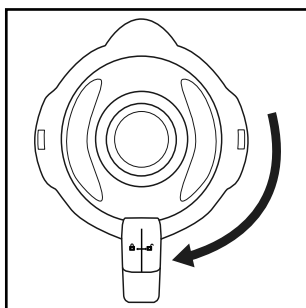

Fig.2
- 4) Volte a colocar a tampa ❷ desalinhada no copo misturador ❸ e pressione-a firmemente. Feche a tampa ❷, rodando-a no sentido dos ponteiros do relógio, para a posição , até ela encaixar de forma audível (ver fig. 2). Verifique se o bico de esvaziamento no copo misturador ❸ está fechado. O motor só pode arrancar quando a tampa ❷ estiver corretamente alinhada.